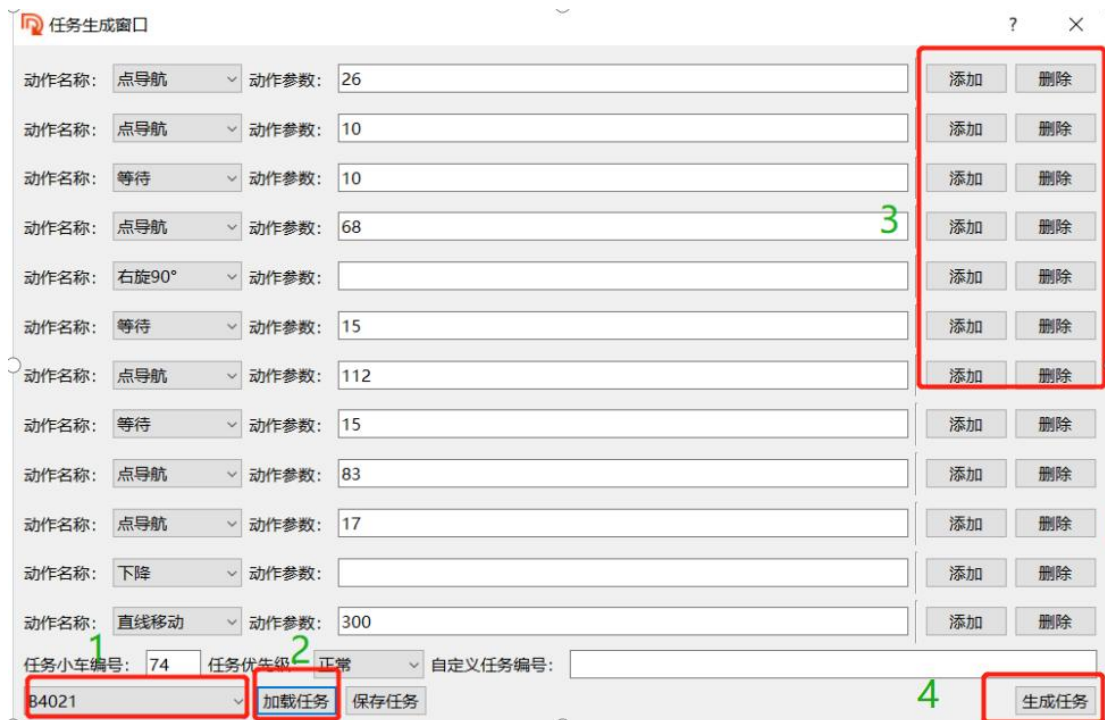

图 22-1-2
- 2) 点击窗口->任务生成器，然后选择需要加载的任务，如图 22-1-2 所示，查看当前小车节点，确认剩余的任务，将之前已经完成的任务删除，然后点生成任务按钮，此时小车任务会继续恢复执行。